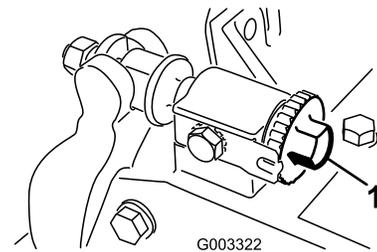

Bild 23
1. Lockern Sie den Kontakt zwischen Spindel und Untermesser, indem Sie die Einstellhandräder des Untermessers (Bild 23) nach links drehen, bis kein Kontakt besteht.